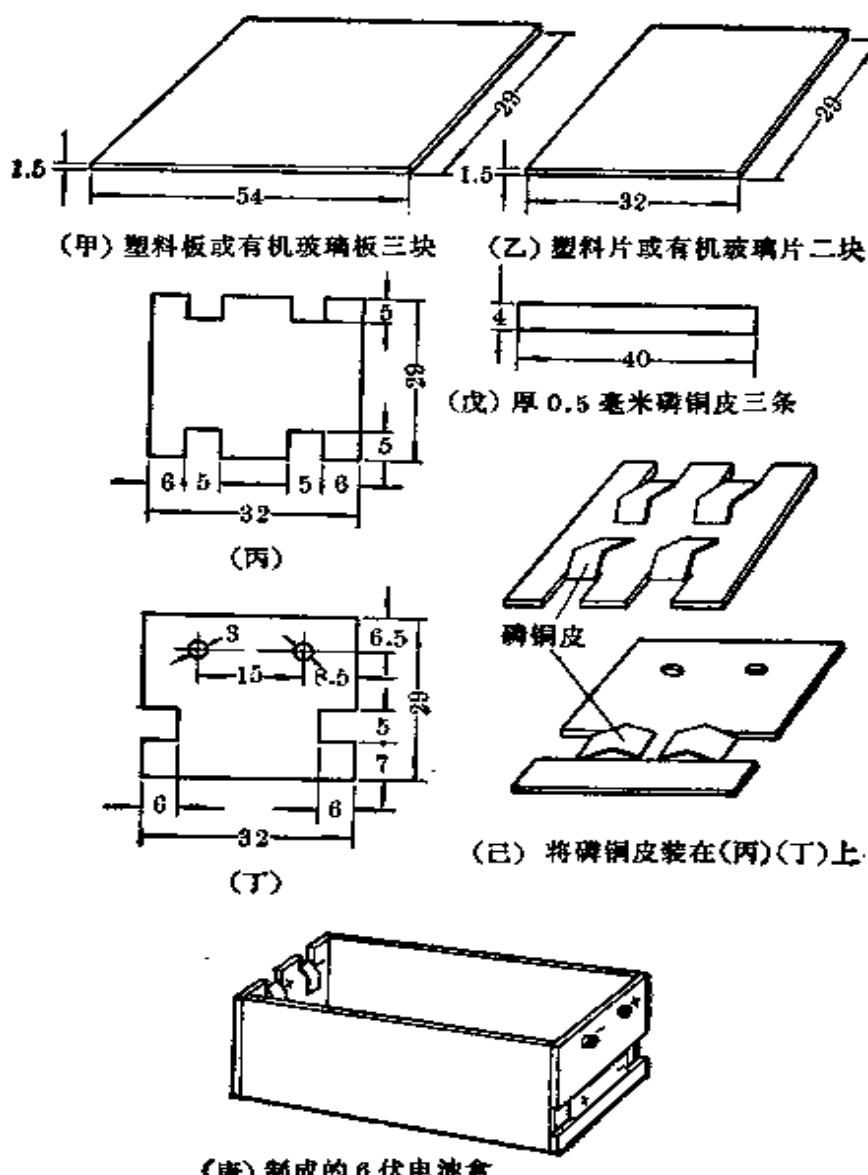

图 5-6
4. 电池夹 本机电源电压为 6 伏，用 4 节 5 号干电池。装 4 节 5 号电池的电池夹市场上有成品出售，也可以自制。制作方法见图 5-6。用 1.5 毫米厚的塑料板或有机玻璃板，按图 5-6(甲)尺寸锯下同样的三块；按图 5-6(乙)锯下两块，一块加工成图 5-6(丙)样子，另一块加工成图 5-6(丁)样子。再取约 0.5 毫米厚的磷铜皮，按图 5-6(戊)剪下三条，分别装到(丙)、(丁)两块上使成图 5-6(己)的样子。最后用胶合剂(塑料板用万能胶，有机玻璃用氯仿或香蕉水)胶成图 5-6(庚)形状。胶牢以后，按图 5-6(庚)所示的位置旋上两个直径为 3 毫米，长约 5 毫米的螺钉。各个接点分别标上“+”、“-”符号。各磷铜片的弯度都要调整好，使每节电池装入后都能接触良好。